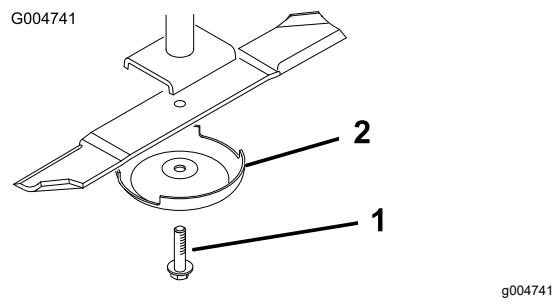

Figura 130
3. Retire del eje de la cuchilla el perno de la cuchilla, el protector de césped y la cuchilla (**Figura 130**).